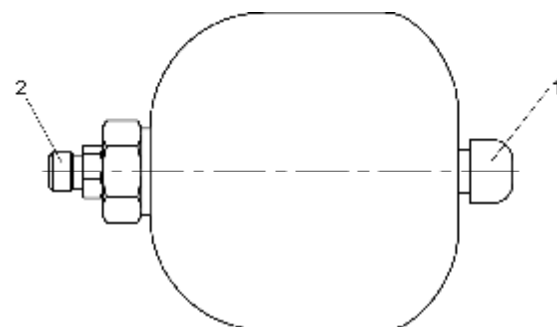

Рис. 7.12 – Гидропневмоаккумулятор
**Гидропневмоаккумулятор** (Рис. 7.12) необходим для поддержания в системе необходимого давления и обеспечения торможения при остановке двигателя.